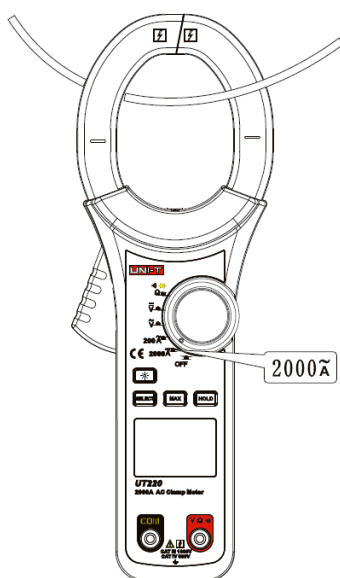

Figura 8
6. MEDIDAÇÃO DE CORRENTE AC 2000A (2000 \tilde{A}) (VER FIGURA 8)